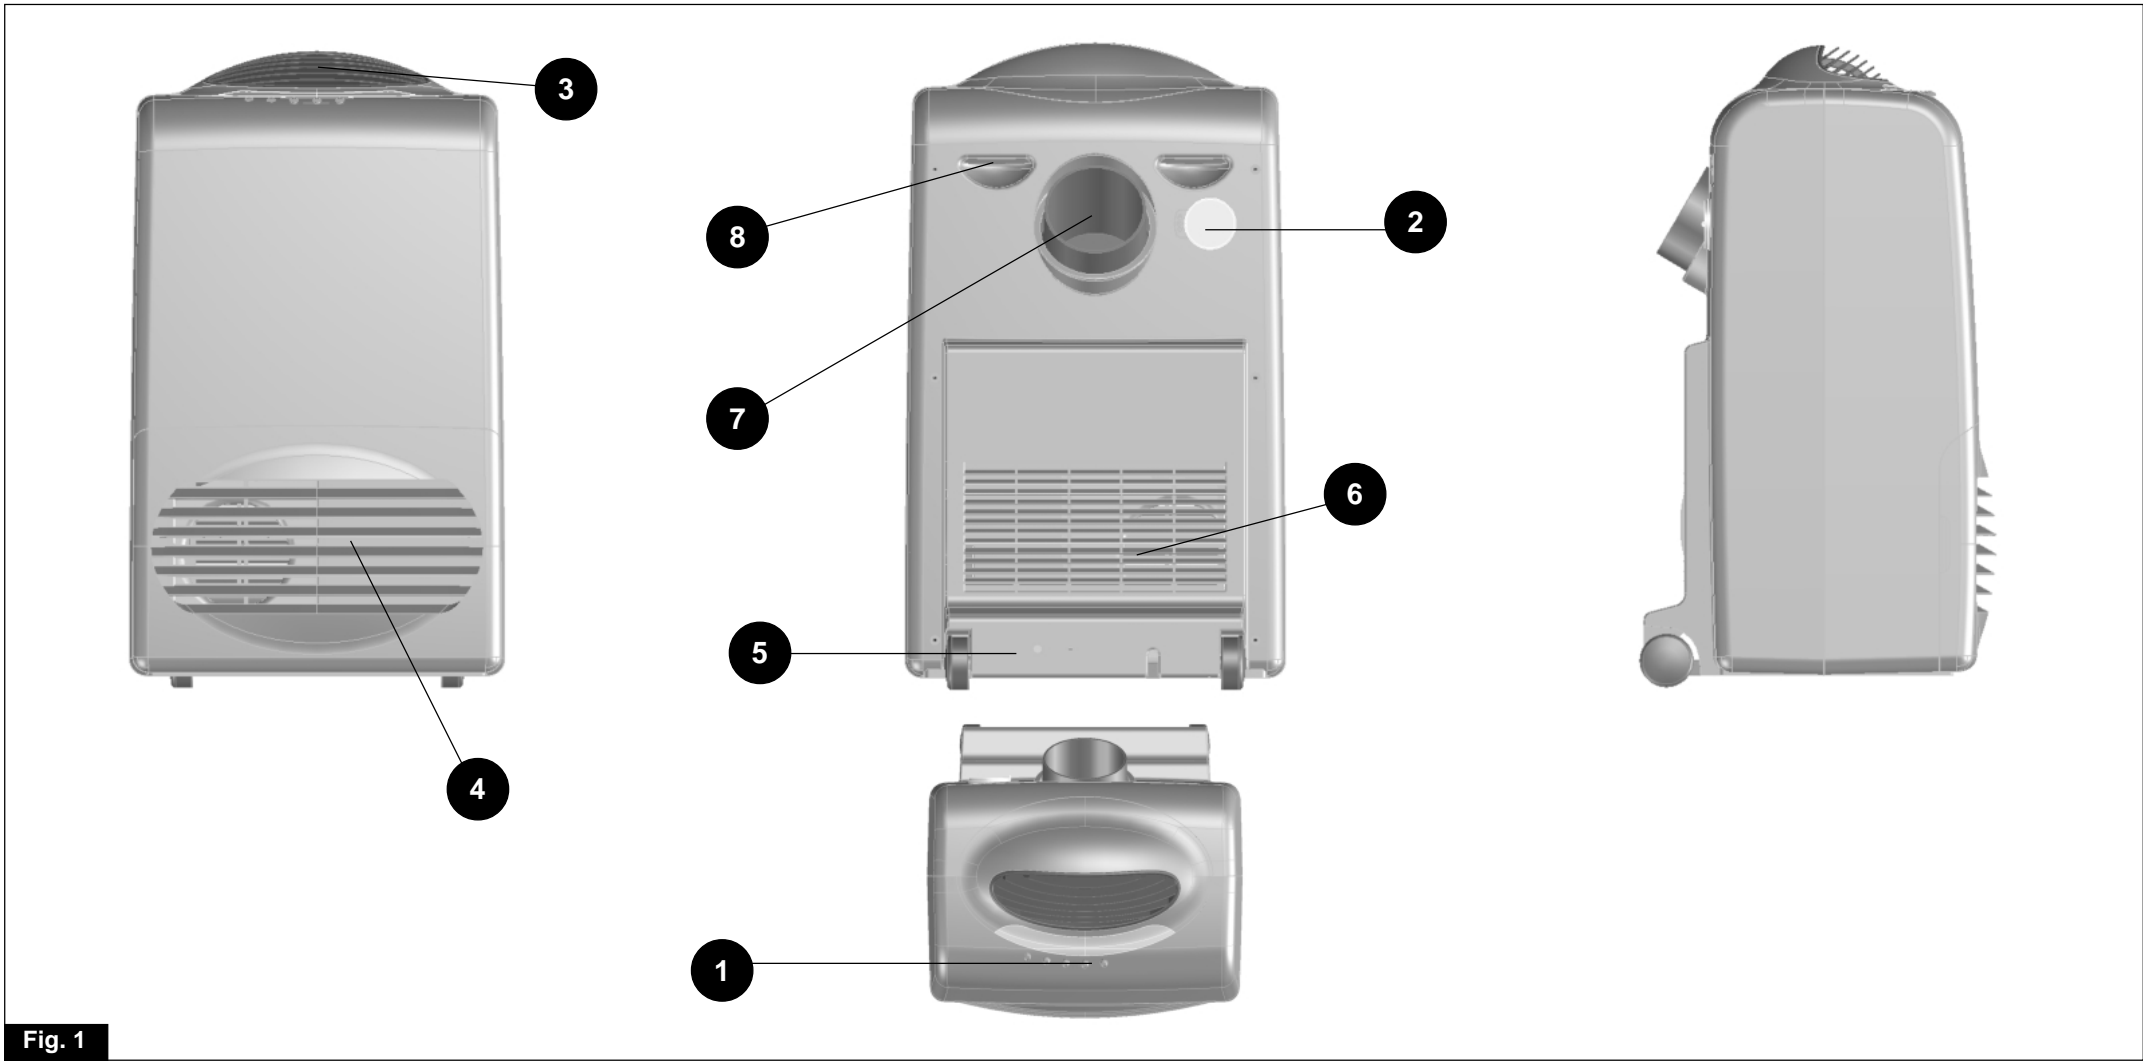

Fig. 1
- Assicuratevi che tende o altri oggetti non ostruiscano i filtri di aspirazione (fig. 1 - 4) (fig. 1 - 6).
- Make sure curtains or other objects are not obstructing the suction filter (Fig. 1 - 4) (Fig. 1 - 6).